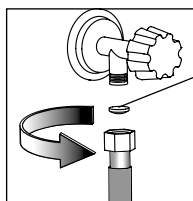
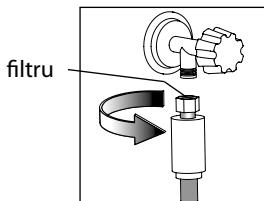
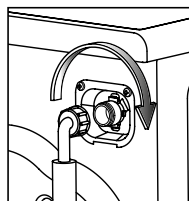

Figura 6
Figura 7
Figura 8
- A se verifica puritatea în furtunul de admisie în conformitate cu Figura 6 sau în furtunul de admisie cu sistem de protecție în conformitate cu Figura 7 (în funcție de configurație);
- Pentru a atașa furtunul la un niplu filetat de alimentare cu apă, în conformitate cu Figura 6 sau 7 strângeți puternic piulița cu miina așa cum se arată în Figura 8.